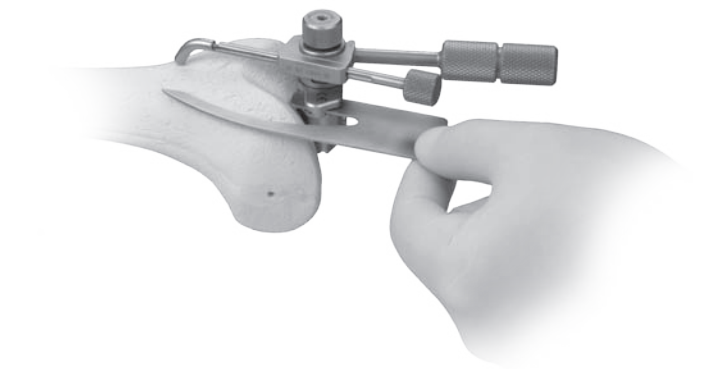

Fig. 13
- Confirm anterior cut with the Resection Guide (Fig.13).